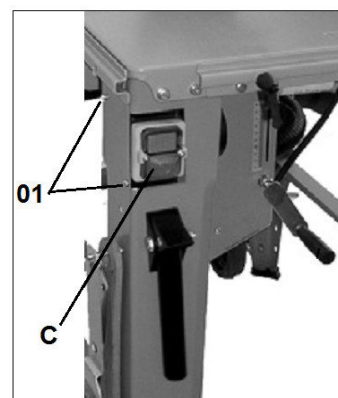

Рис. 7
Установите блок выключателя / разъема (C) в отверстие ножки станка и надежно закрепите его сбоку с помощью 2 винтов (01). Рис. 7.